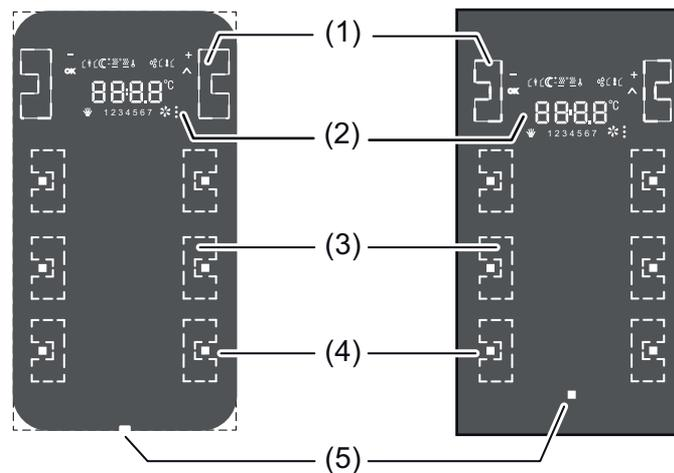

Bild 1: Geräteaufbau Vorderseite am Beispiel der Variante "3-fach"
Das Gerät besteht aus mehreren Sensorflächen, die durch eine Fingerberührung bedient werden können. Bei den Sensorflächen werden die Displaytasten (1) und die Tasten der Tastsensor-Funktion (3) unterschieden (Bild 1). Die Displaytasten befinden sich unmittelbar links und rechts neben dem Display und bedienen vordefinierte Funktionen des integrierten Raumtemperaturreglers oder der Reglernebenstelle. Darüber hinaus lässt sich über diese Tasten auch die Putzfunktion zur Reinigung der Glasoberfläche aktivieren. Die darunterliegenden Tasten werden der Tastsensor-Funktion zugeordnet. Die Anzahl dieser Tasten ist abhängig von der Gerätevariante. Die Tastsensor-Funktion ist ein autarker Funktionsteil des Gerätes mit eigenen Parameterblöcken in der ETS.